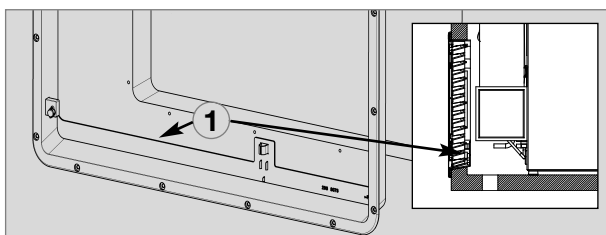

Fig. 16
L'aerazione dell'aria avviene attraverso due aperture situate nella parete esterna del caravan. L'aria fresca entra dal basso e si convoglia riscaldata attraverso la grata di ventilazione superiore (effetto camino). **La grata di ventilazione superiore deve essere posta nel punto più alto possibile sopra il condensatore (Fig. 11) . La grata di ventilazione inferiore deve essere collocata al livello del pavimento del vano (Fig. 16),** permettendo che eventuali perdite di gas (più pesante dell'aria) possano fuoriuscire direttamente all'esterno. **Il bruciatore a gas deve trovarsi al di sopra del bordo (1).**